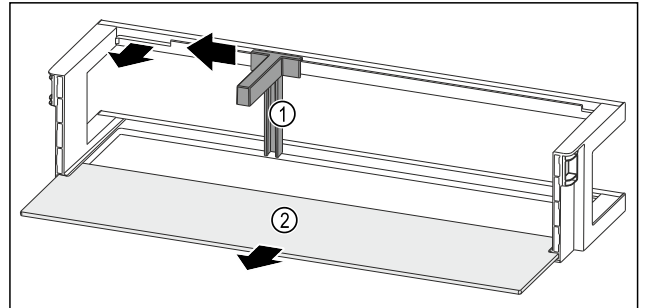

Fig. 261 Ajtópolc palacktartóval és tárolólappal
- ▶ A mélyedésig tolja oldalra a palacktartót Fig. 261 (1).
- ▶ Vegye ki a palacktartót Fig. 261 (1).
- ▶ Vegye ki a tárolólapot Fig. 261 (2).